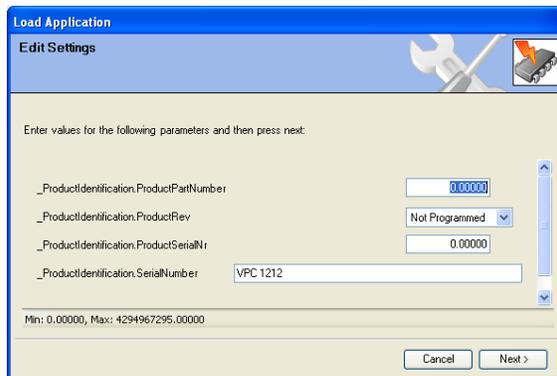

図 5-8. シリアル番号画面
14. ProductSerialNumberも同様で、シリアル番号が987654321なら、987654321.00000とします。(図 5-8)